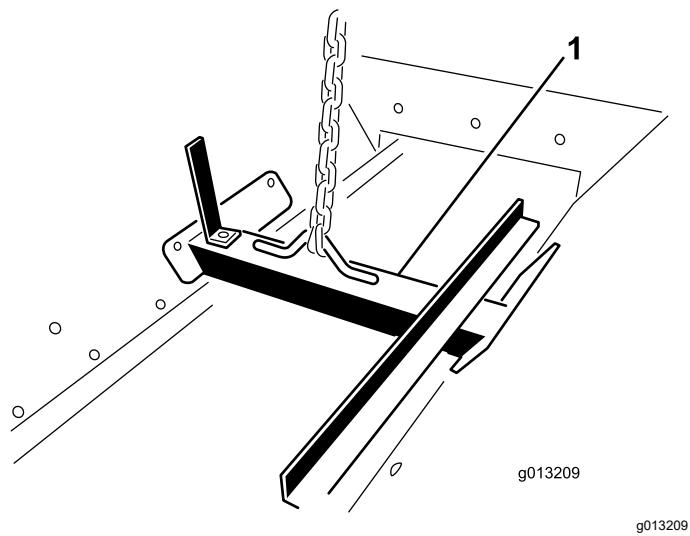

Figura 16
- Collegate un dispositivo di sollevamento alla staffa di sollevamento all'interno della tramoggia (Figura 16).